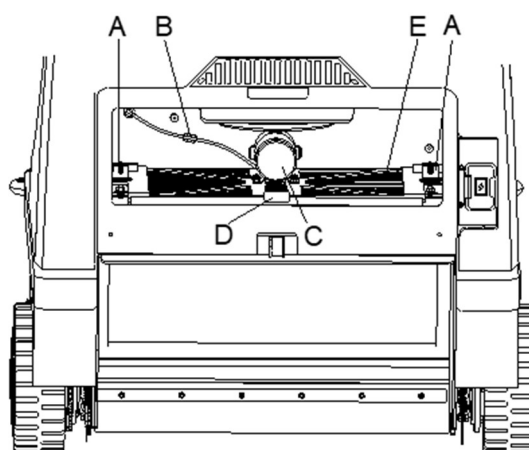
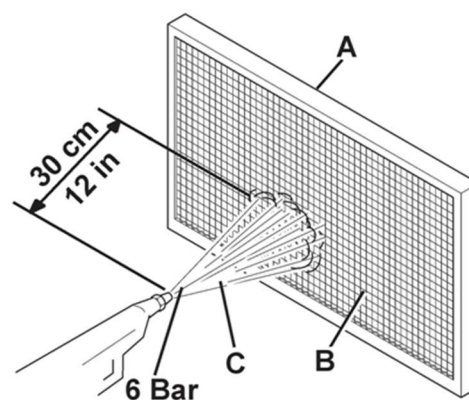

Figure 31
Figure 32
8. Débranchez le connecteur du moteur du secoueur de filtre (C, figure 31) (B, figure 31).
9. Retirez le cadre de fixation du filtre à poussière (D, figure 31).
10. Enlevez le filtre à poussière (E, figure 31).
11. Dans un espace extérieur, nettoyez le filtre en le secouant sur une surface plane et propre, en tapotant le côté (A, figure 32) opposé à la toile métallique (B, Figure 32). Terminez la procédure de nettoyage en utilisant de l'air comprimé (C, figure 32) à un maximum de 6 bars (85 psi), en soufflant uniquement du côté de la toile métallique (B, figure 32), à une distance minimale de 30 cm.
- Installez le filtre (E, figure 31) avec la toile métallique (B, figure 32) tournée vers le haut.